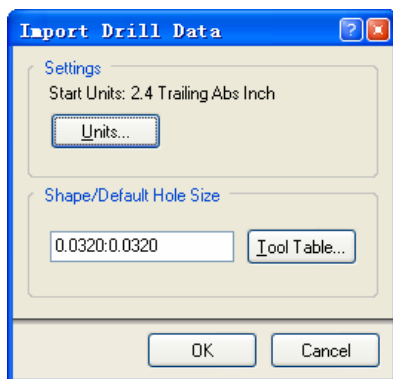

图 9.8 “Import Drill Data”对话框
(3) 在“NC Drill Format”区域内设置输出数控钻孔文件的格式。其中的选项意义与 Gerber 文件相同，系统要求生成的 NC Drill 文件应和 Gerber 文件具有相同的格式和精度。
(4) 在“Leading/Trailing Zeroes”区域内选择“Suppress leading zeroes”项，设置压缩数据文件中多余的零字符。
(5) 在“Coordinate Positions”区域中选择“Reference to absolute origin”单选项，设置使用绝对原点，“Reference to relative origin”单选项表示使用用户设置的相对原点。
(6) 在“Others”选项区域中勾选“Generate separate NC Drill files for plated & non-plated holes”项，设置单独生成镀金孔和非镀金孔的钻孔文件。
(7) “NC Drill Setup”对话框中完成 NC Drill 文件参数设置后，单击 OK 按钮，打开如图 9.8 所示的“Import Drill Data”对话框。